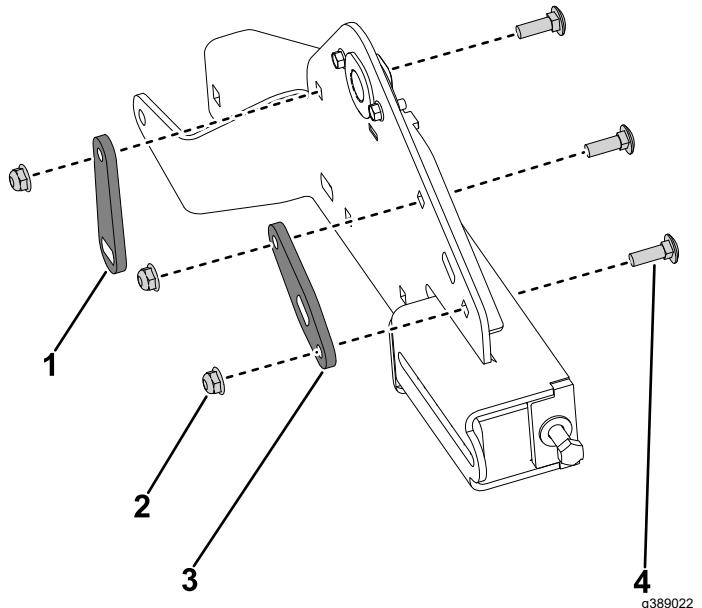

Bild 29
4. Montieren Sie die neue Platte für die Gelenkstange an der Raupenstütze und befestigen Sie diese mit zwei neuen Schlossschrauben ($5/16'' \times 1''$) und zwei Sicherungsmuttern ($5/16''$) (Bild 29).
5. Montieren Sie die neue Stützplatte an der Raupenstütze und befestigen Sie diese mit der neuen Schlossschraube ($5/16'' \times 1''$) und der Sicherungsmutter ($5/16''$) (Bild 29).